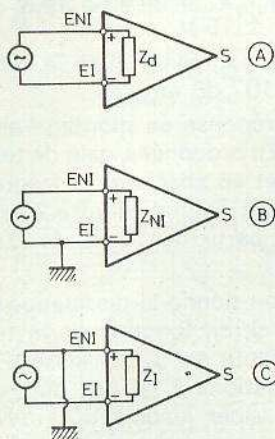

Fig. 8
Connectons une source de tension entre ENI et EI, en réalisant le montage de la figure 8 (A).